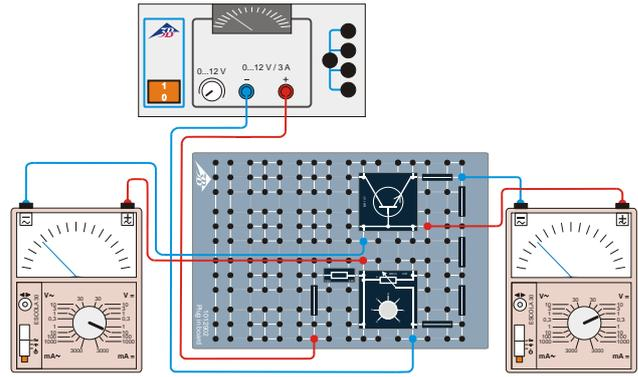

Fig. 3: Esquema del cableado para registrar la línea característica de entrada
- Se monta el circuito de acuerdo con la Fig. 3. Los dos multímetros analógicos conectados sirven para la medición de la tensión U_{BE} de base-emisor y de la corriente de base I_B .